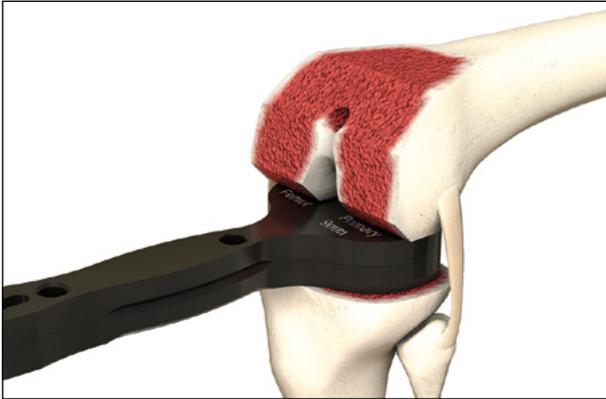

Fig. 32 Controllo della fessura di flessione
- Introduzione del piatto di base del blocco spaziatore nella fessura di flessione con l'inserto del blocco spaziatore precedentemente definito in estensione (Fig. 32)